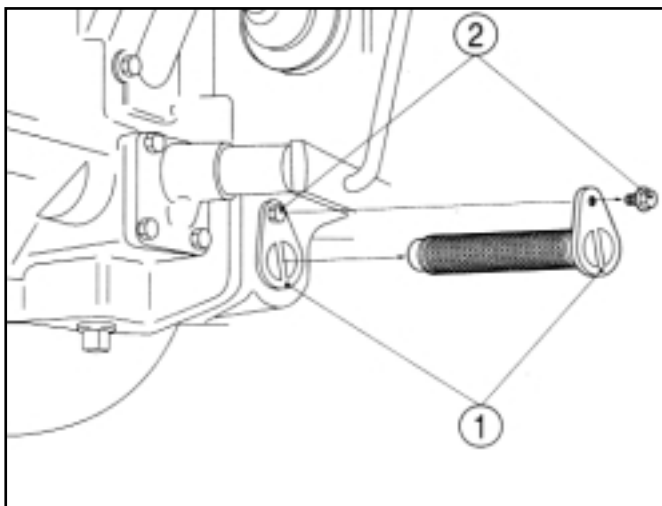

FIG. 103a / ABB. 103a / FIG. 103a
Type S : Le filtre de transmission, situé à gauche du tracteur, en avant de la roue arrière, (1) dans la Fig. 103a, doit être nettoyé lorsque l'huile est renouvelée. Après que l'huile de transmission a été vidée, déposez le boulon de fixation (2) et enlevez le filtre du carter arrière.
Typ S: Der vor dem linken Hinterrad angeordnete Getriebeölfilter (1) in Abb. 103a muss beim Ölwechsel gereinigt werden. Nach Ablassen des Öls die Sicherungsschraube (2) entfernen und den Filter aus der Gehäuserückseite ziehen.
Type S: Het transmissieoliefilter, dat zich op de linkerkant van de tractor achter de voorzijde van het achterwiel (1) bevindt in Fig. 103a, moet worden gereinigt wanneer de olie wordt vervast. Verwijder na het aftappen van de olie de bevestigingsbout (2) en trek het filter los van de achterwielkast.